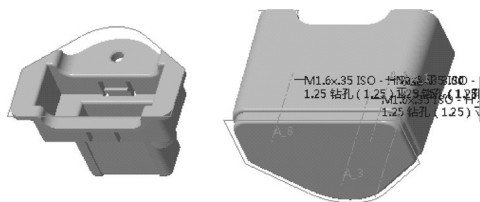

图 11-22 “法向”约束元件
STEP 04 单击“元件放置”选项卡中的“完成”按钮，即可“法向”约束元件，如图 11-22 所示。